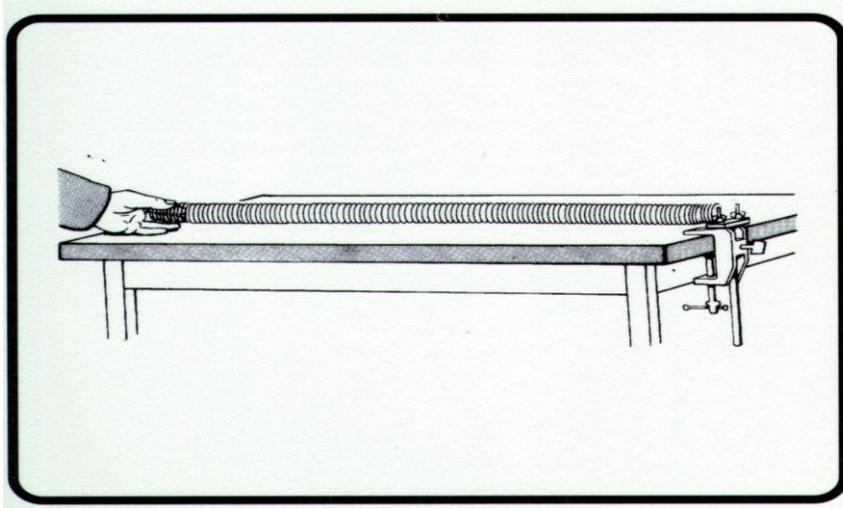

Figura No. 6.1
1.-Fije el resorte por uno de sus extremos como se indica la figura No 6.1, y produzca en el otro extremo un pulso longitudinal.
- 1.-Fije el resorte por uno de sus extremos como se indica la figura No.6.1, y produzca en el otro extremo un pulso lateral moviendo la mano solamente a la derecha y volviendo a la misma posición. Conviene poner la otra mano como apoyo.